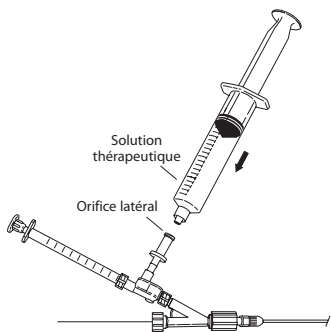

Fig. 7
9. Pour démarrer l'administration souhaitée de solution thérapeutique, débrancher la seringue de sérum physiologique hépariné de 20 mL, en laissant un ménisque de solution sur le raccord de l'orifice latéral. Avant de raccorder une autre seringue remplie de liquide à l'orifice latéral, prendre soin de purger le système de toutes les bulles d'air éventuelles. Raccorder la seringue remplie de solution thérapeutique. (Fig. 7)